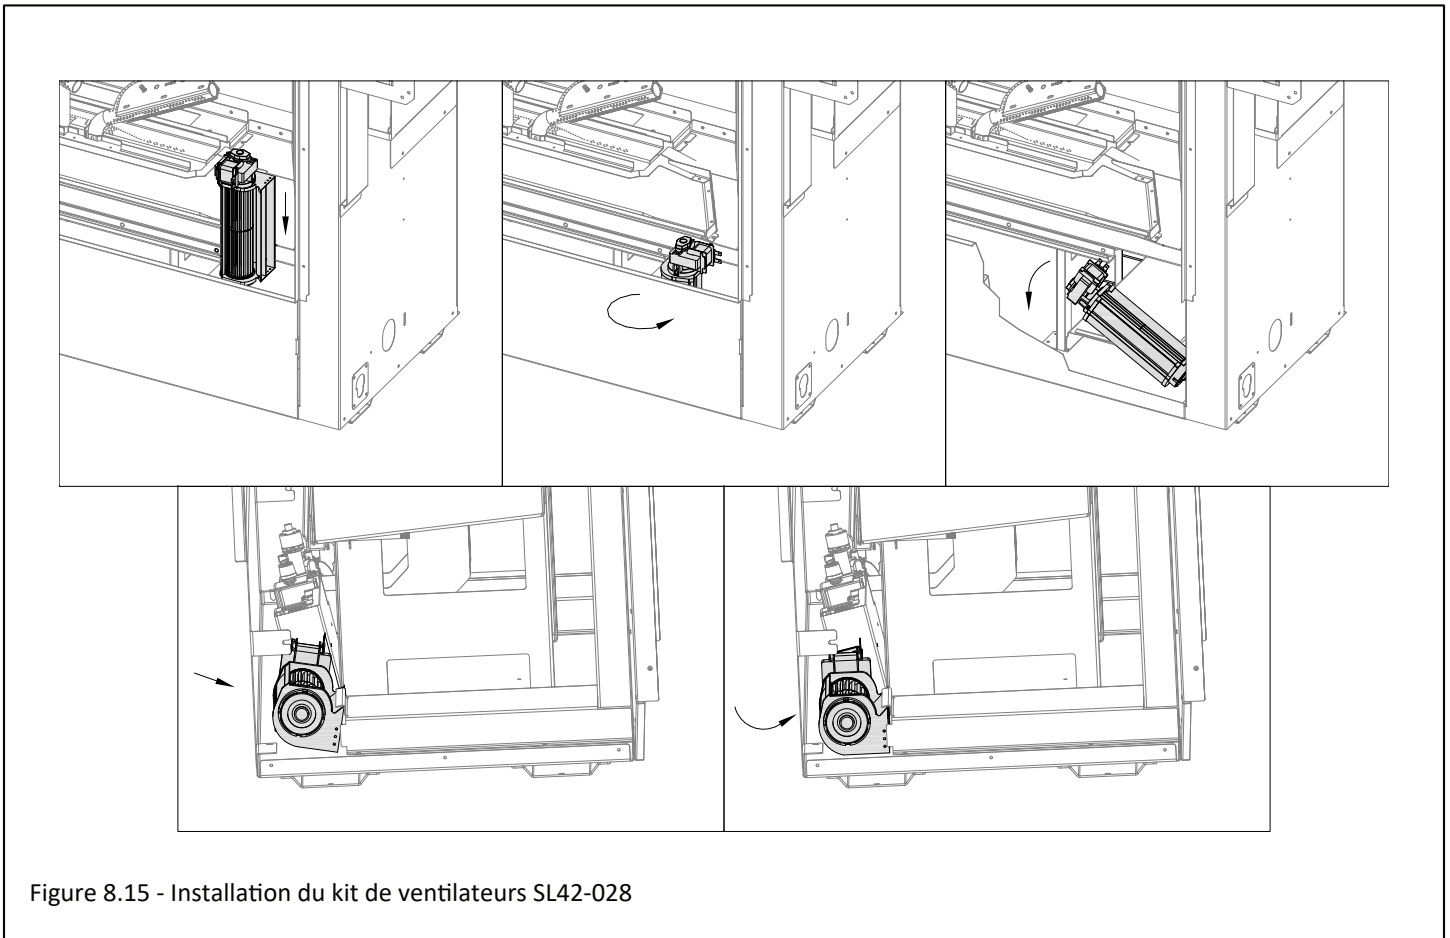

Figure 8.15 - Installation du kit de ventilateurs SL42-028
4. En dirigeant la fiche de connexion d'un ventilateur vers vous, tel que montré (voir Figure 8.15, première image), insérez le ventilateur dans la chambre de combustion.
5. Lorsque la fiche de connexion est dégagée de la face avant du foyer, pivotez le ventilateur en sens antihoraire, tel que montré à la Figure 8.15.
7. Placez le bord supérieur de la sortie d'air du ventilateur sous le bord de l'ouverture du conduit d'air du foyer. Pivotez le ventilateur vers le bord supérieur pour fixer en place le ventilateur. Voir la Figure 8.15. **NE LAISSEZ PAS LES VENTILATEURS TOUCHER DES CÂBLES ÉLECTRIQUES.**